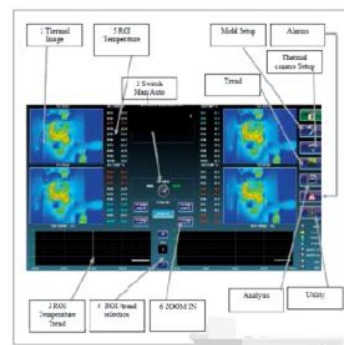

图7 减振器塔压铸过程温度实时监测
(4) 压铸过程中的温度实时监测控制也是高真空高压压铸技术工艺核心关键，如对模具温度趋势的监控，超出容差后的报警及处理方案，都是该工艺的关键，图7为该产品的温度实时监测控制示意图。